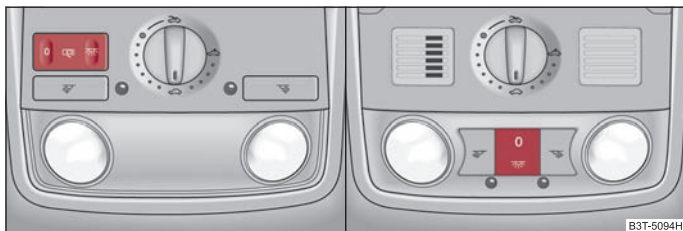

Fig. 53 Escotadura del revestimiento interior del techo: luces del habitáculo delanteras
- Pulse el conmutador en la posición del símbolo ⇒ fig. 53.
- Ponga el conmutador en la posición central. En vehículos sin vigilancia del habitáculo* la posición central está indicada con un símbolo ⇒ fig. 53.